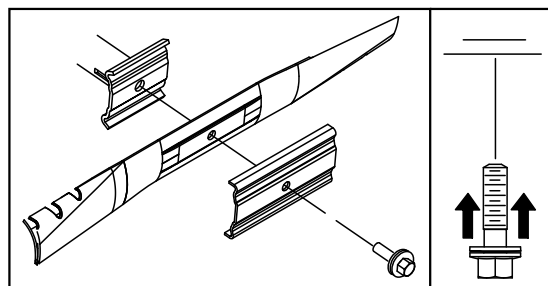

Figura 39
3. Utilice un bloque de madera para inmovilizar la cuchilla (Figura 39).
4. Retire la cuchilla, conservando todos los herrajes de montaje (Figura 39).
5. Instale la cuchilla nueva y todos los herrajes de montaje (Figura 39).